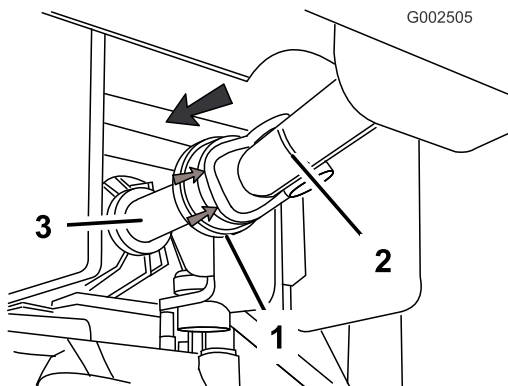

図 23
- ・ PTO 駆動シャフトの前部についているゴム製カウリングを後ろに引く（図 23）。
- ・ ポンプの駆動シャフトを PTO の出力シャフトに連結する（図 23）。